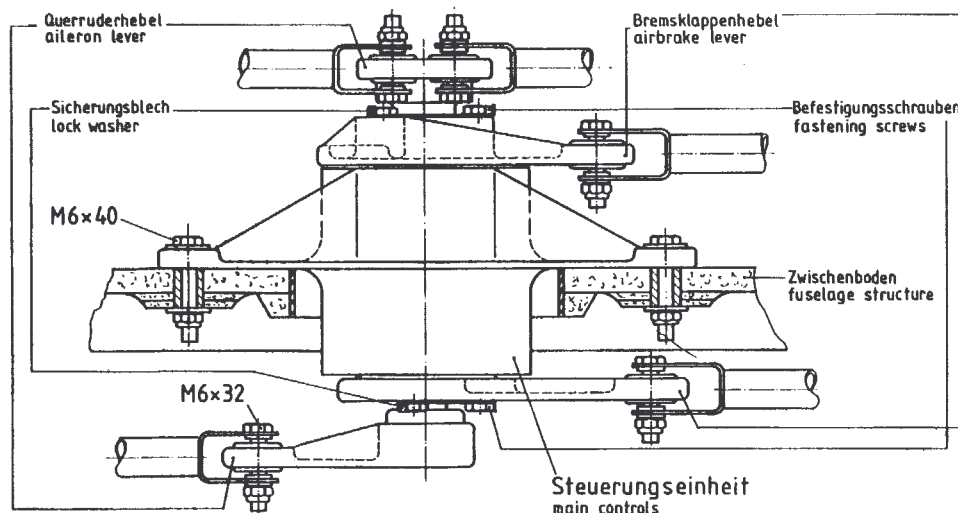

Abbildung 5:
8. Nun wird die Spinne wieder eingebaut. Die beiden unteren Hebel ohne Stangenstücke werden durch die Öffnung des Zwischenbodens eingeführt, die 4 Arme auf die Bohrungen ausgerichtet und festgeschraubt. Die Sechskantschrauben (M6, Länge 40) werden dabei von oben mit Scheibe eingesetzt, unten wird eine neue Stopmutter mit Scheibe verwendet. (Siehe Abbildung 5).